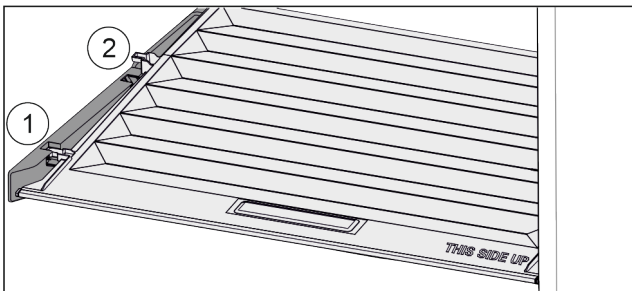

Fig. 124
- Tirer le couvercle vers l'avant jusqu'à l'orifice des pièces de retenue Fig. 124 (1).
- Le soulever par le bas à l'arrière et le sortir par le haut Fig. 124 (2).